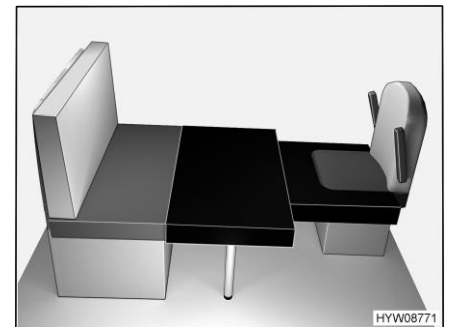

Bild 73 Efter ombyggnaden
- Placera den stora extra dynan på bordsskivan (Bild 73).
- Placera den lilla extra dynan på förarstolen (Bild 73).